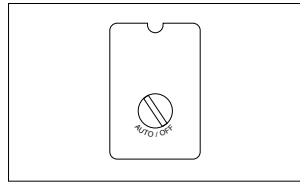

Figure 6
- 1. Turn switch to OFF position and plug in power cord (Fig. 6).
- 2. Turn switch to AUTO position to run unit (Fig. 6).
- 1. Coloque el presostato en "off" y conecte el cordón eléctrico al tomacorrientes (Fig. 6).
- 2. Coloque el presostato en "auto" para operar la unidad (Fig. 6).